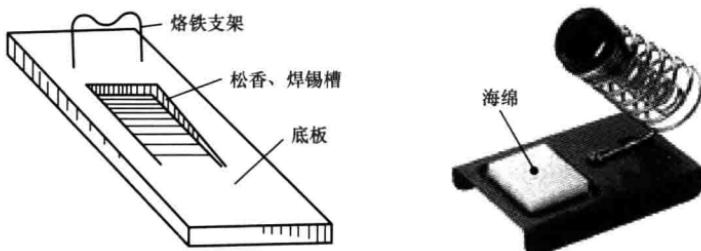

图 1-10 烙铁架
(1) 使用前必须检查两股电源线和保护接地线的接头是否正确，否则会导致元器件损伤，严重时还会引起操作人员触电。
(2) 电烙铁要用 220V 交流电源，使用时要特别注意安全。
(3) 新电烙铁使用前，应用细砂纸将烙铁头打光亮，通电烧热，蘸上松香后用烙铁头刃面接触焊锡丝，使烙铁头上均匀地镀上一层锡。
(4) 电烙铁工作时要放在特制的烙铁架上，烙铁架一般应置于工作台右上方，烙铁头部不能超出工作台，以免烫伤工作人员或其他物品。常用烙铁架如图 1-10 所示。